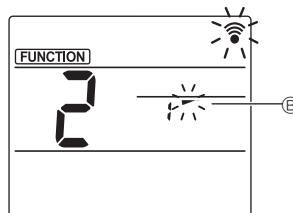

Fig. 3
- ③ Настройка угла дефлектора (Fig. 3)